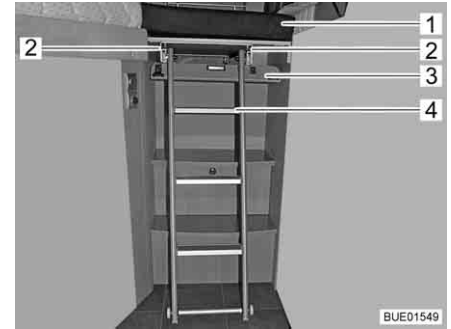

Fig. 119 Rallonge latérale avec échelle de montée
- Faire pivoter le cache (Fig. 119,3) vers le bas. Le cache est maintenu par des fermetures magnétiques.
- Désenclencher l'échelle de montée (Fig. 119,4) et la tirer un peu en dehors des rails (Fig. 119,2).
- Placer le coussin supplémentaire (Fig. 119,1) sur la rallonge latérale de lit.